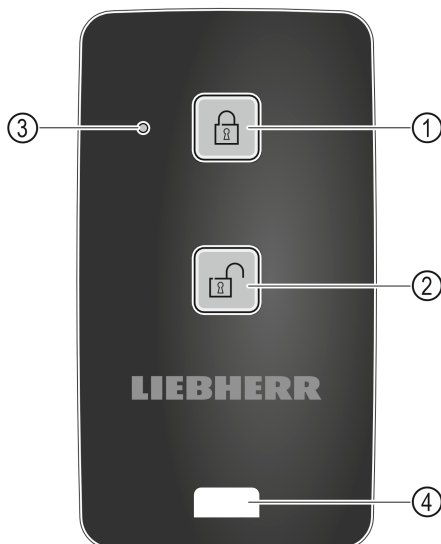

Fig. 165
- (1) Schloss verriegeln
- (2) Schloss entriegeln
- (3) Status LED
- (4) Befestigungsöse
- ▶ Taste Fig. 165 (1) auf der Fernbedienung drücken.
- ▶ Taste Fig. 165 (2) auf der Fernbedienung drücken.
- ▶ Status-LED Fig. 165 (3) gibt bei Tastendruck eine optische Rückmeldung.
- ▶ Öse Fig. 165 (4) zur Befestigung der Fernbedienung, zum Beispiel an einem Schlüsselbund.